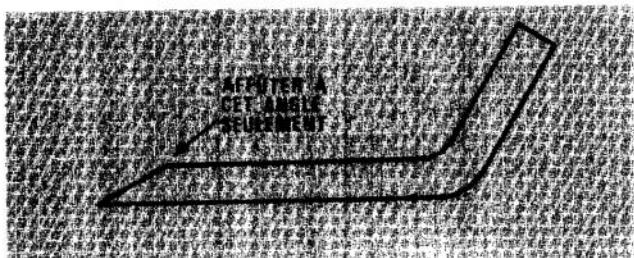

Figure 26
4. A l'aide d'une lime, aiguissez le tranchant aux deux extrémités de la lame (Fig. 26).
IMPORTANT: Aiguisez le côté supérieur de la lame et maintenez l'angle de coupe original pour assurer un bord de coupe bien tranchant (Fig. 26). La lame restera équilibrée si vous enlevez la même quantité de métal à chaque extrémité de la lame.